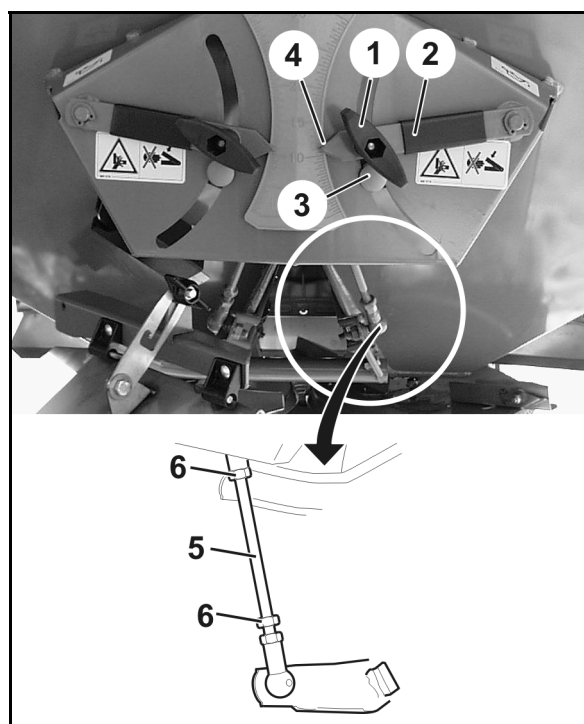

Bild 98
Är så inte fallet får du ändra läget för anslaget (Bild 98/3) genom att vrida länkstången (Bild 98/5):
6. Lossa låsmuttern (Bild 98/6) till länkstången (Bild 98/5).
7. Vrid länkstången tills anslaget (Bild 98/3) ligger an mot reglerspaken (Bild 98/2).